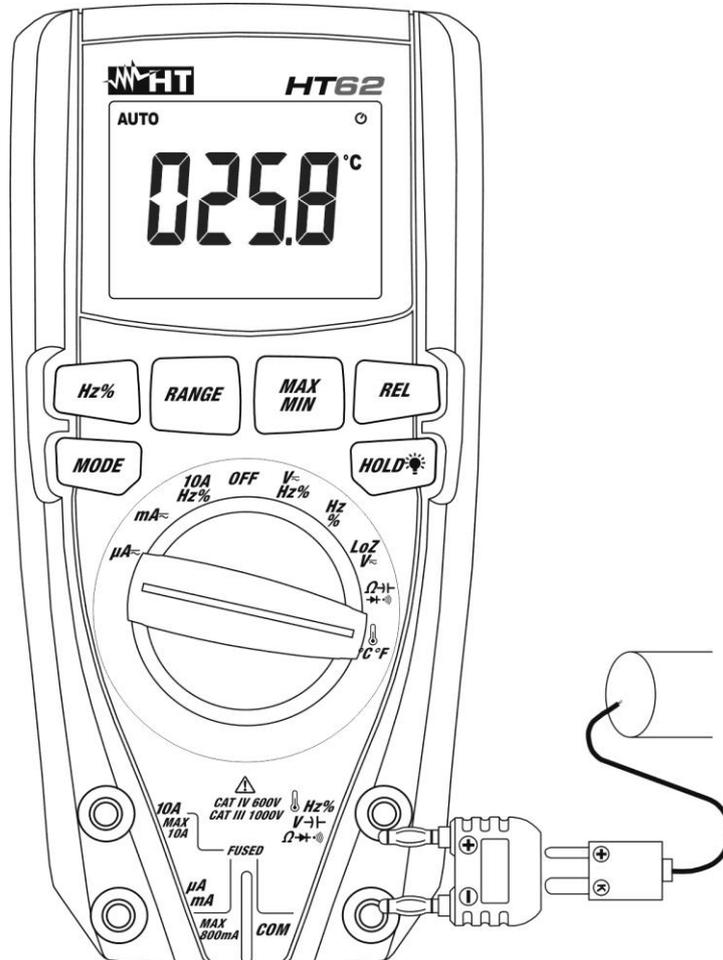

Fig. 9: Uso do instrumento para a Medição de Temperaturas
3. Inserir o adaptador fornecido nos terminais de entrada  $\text{Hz}\% \text{V} \rightarrow \Omega \rightarrow \text{mA}$  (polaridade +) e **COM** (polaridade -) (ver Fig. 9).